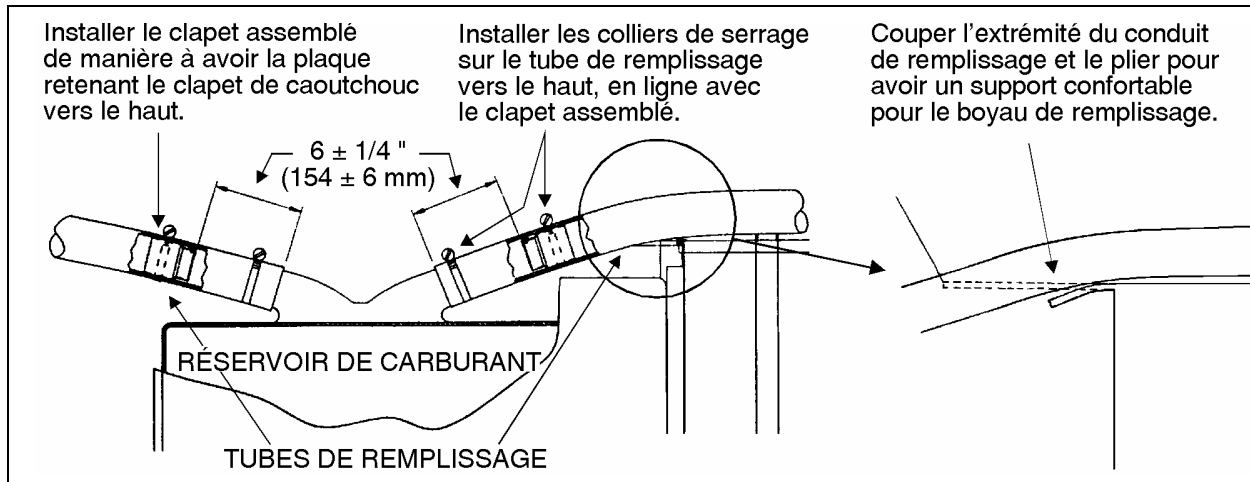

FIGURE 2: RÉSERVOIR DE CARBURANT ET TUBES DE REMPLISSAGE
1. Couper et plier le conduit de remplissage gauche tel que montré à la figure 2.
2. Insérer un clapet assemblé (Prévost #032088) dans le tube de remplissage droit (Prévost #031852) (Fig. 2), utiliser des colliers de serrage (Prévost #504562) pour le fixer. Répéter pour le boyau de remplissage gauche (Prévost #032042).